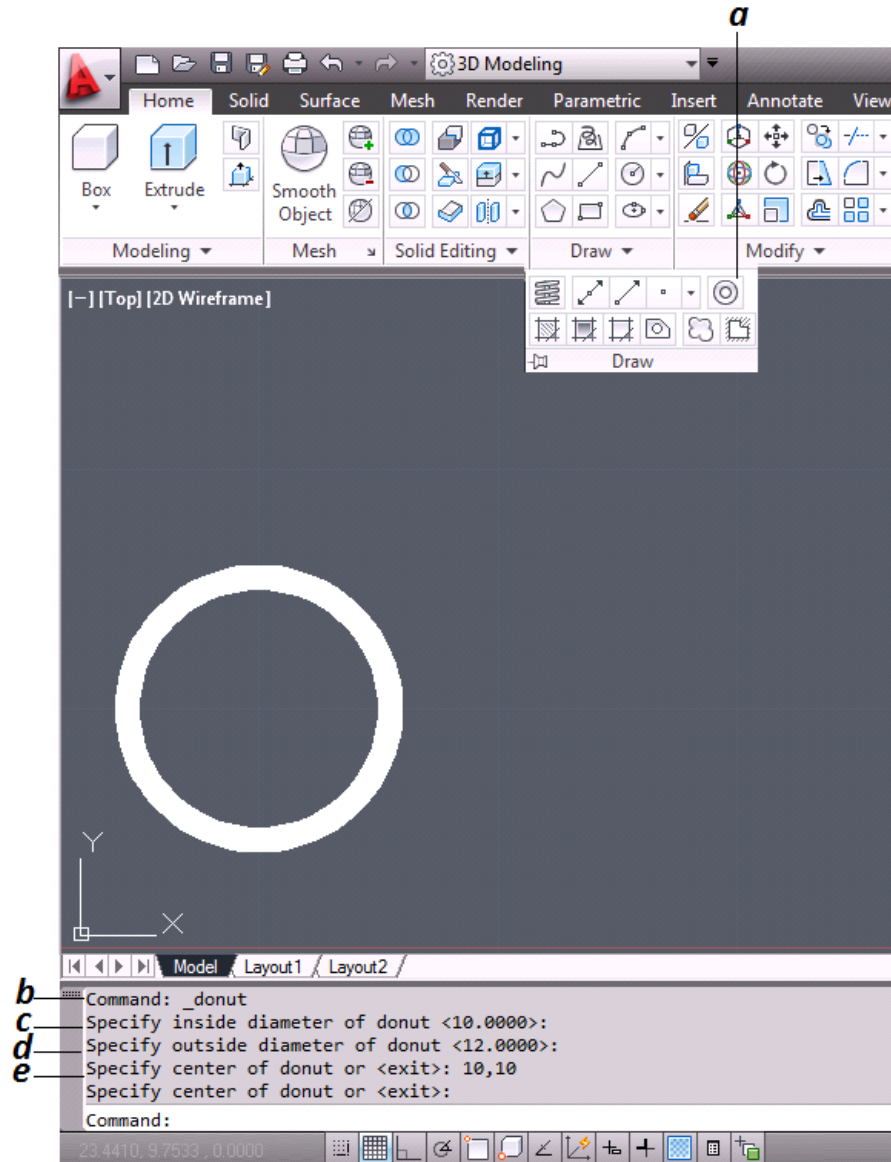

Figura 3.22 Creación de Entidades “Arandela”
A continuación se dibujará una arandela (figura 3.22):
- a. Se introduce el shortcut *AR [DON]* y se da enter (figura 3.22).
- b. Ahora se pide definir el diámetro interior, el cual será de 10 y se da enter (figura 3.22).
- c. Se define el diámetro exterior el cual será 12 y se da enter (figura 3.22).
- d. Finalmente el centro será 10,10 y se da enter (figura 3.22).
- e. Nuevamente se da enter para terminar de utilizar este comando (figura 3.22).